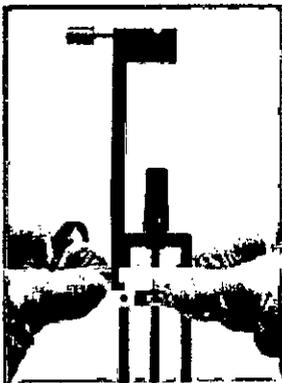

Figura 4
3. Si utiliza la guía de 40cm, monte a prueba el soporte de guía en el transporte; confirme que no hay roscas dañadas o puntos de aflojamiento.(Ver Figura 4)